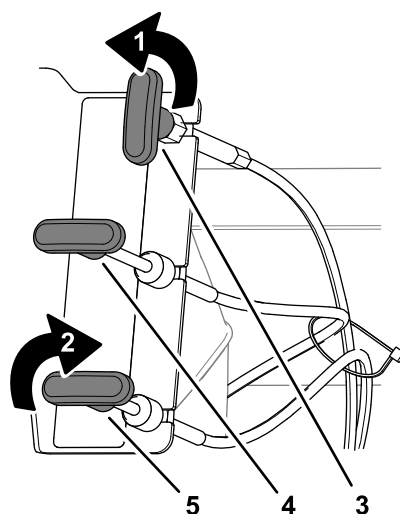

Figura 21
1. Gire la maneta de control de la compuerta de la tolva en sentido antihorario para desbloquear el control (Figura 21).
3. Gire la maneta de control de la compuerta de la tolva en sentido horario para bloquear el control (Figura 21).
1. Gire la maneta de control del deflector en sentido antihorario para desbloquear el control (Figura 21).
3. Gire la maneta de control del deflector en sentido horario para bloquear el control (Figura 21).
1. Gire la maneta de control del difusor en sentido antihorario para desbloquear el control (Figura 21).
3. Gire la maneta de control del difusor en sentido horario para bloquear el control (Figura 21).